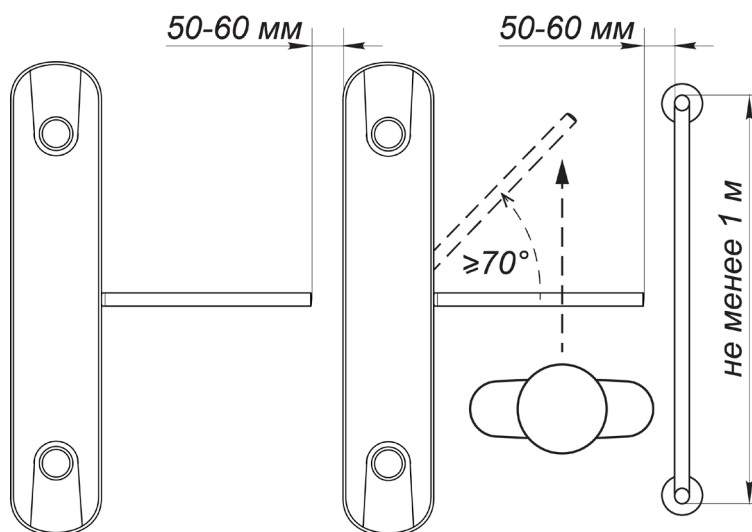

Рисунок 10. Рекомендации по организации зоны прохода
- производить разметку установочных отверстий в соответствии с рис. 10;